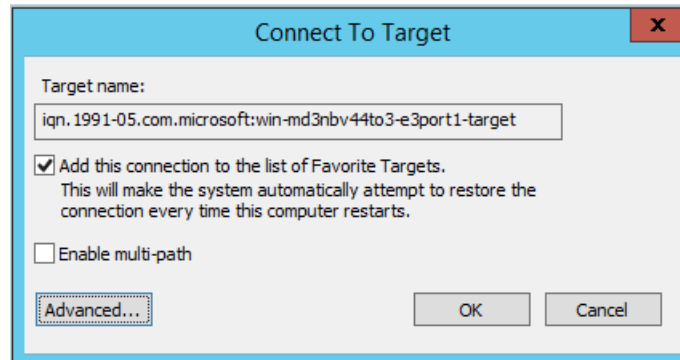

Ilustración 10-7. Cuadro de diálogo Connect To Target (Conectar al destino)
9. En el cuadro de diálogo Connect To Target (Conectar al destino) (Ilustración 10-7), haga clic en **Advanced** (Avanzado).